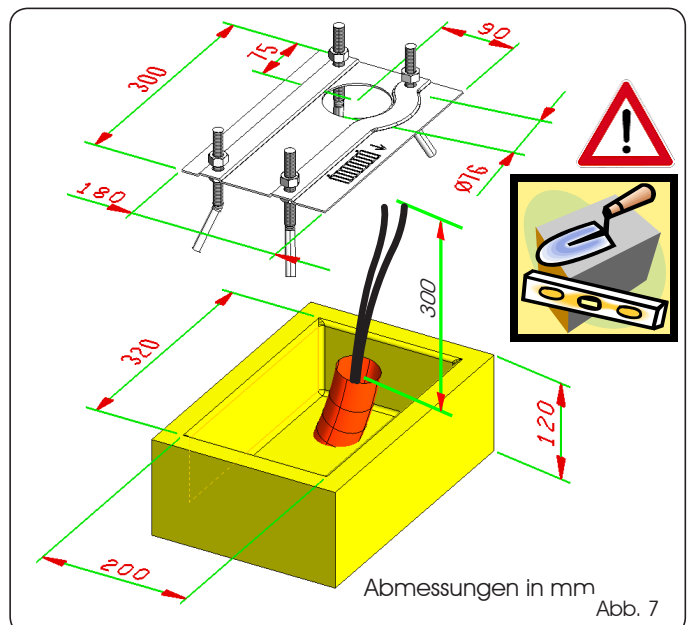

Abb. 7
3. Die Fundamentplatte gemäß Abb. 7 ausführen und einmauern. Dabei sind eine oder mehrere Ummantelungen für den Durchgang der Stromkabel durch die Bohrungen der Fundamentplatte vorzusehen.